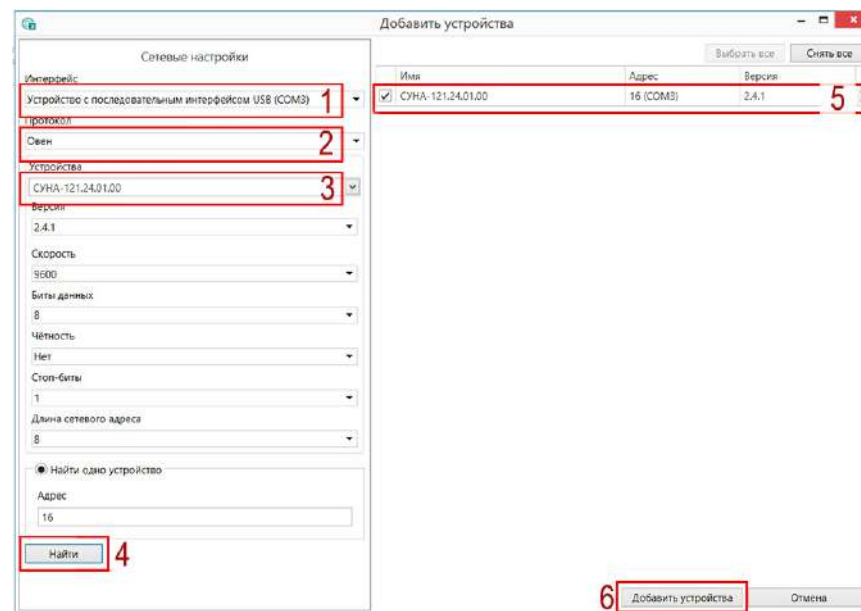

Рисунок 11.1 – Настройки связи с устройством
6. Выбрать интерфейс «Устройство с последовательным интерфейсом USB» (см. рисунок 11.1, 1). Номер COM порта, присвоенный прибору можно узнать в Диспетчере устройств Windows.
7. Выбрать протокол **ОВЕН** (см. рисунок 11.1, 2).
8. Выбрать устройство (рисунок 11.1, 3). Модификация прибора указана на боковой стороне прибора.
9. Выбрать «Найти одно устройство», если добавляется один прибор. Запустить поиск нажатием на кнопку «Найти» (см. рисунок 11.1, 4).
10. Выделить найденное устройство (см. рисунок 11.1, 5).
11. Добавить устройство в проект Конфигуратора по нажатию кнопки «Добавить устройства» (см. рисунок 11.1, 6).
1. Нажать на кнопку  **Обновить устройство** в контекстном меню выбранного устройства или в главном меню. Откроется диалоговое окно для смены встроенного ПО устройства. Допускается обновление одного или нескольких устройств. Устройства следует выделить в области устройств (см. рисунок 11.1, 5) и выбрать **Обновить устройство** в контекстном меню или главном меню.